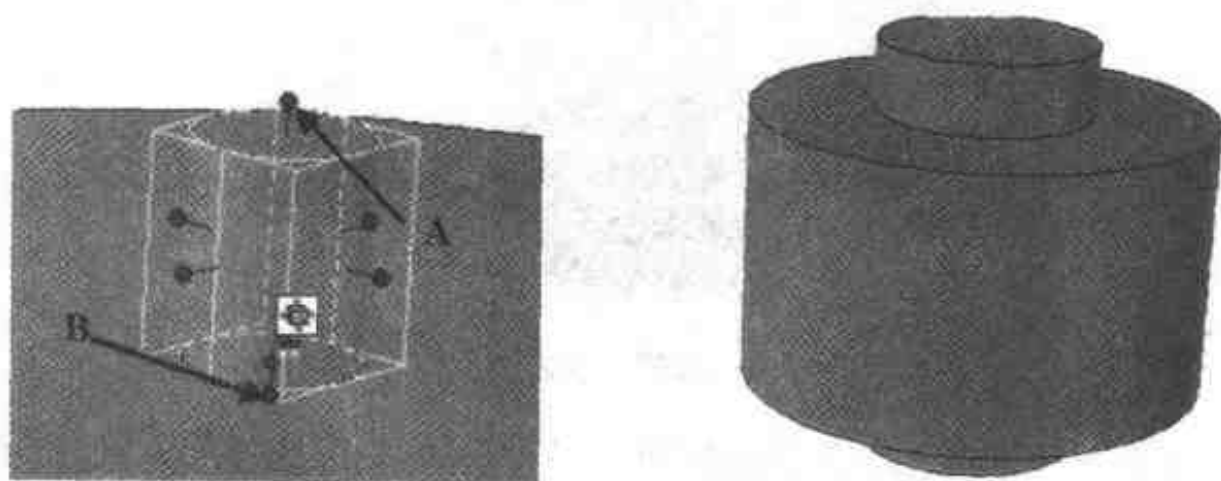

图 2.4 编辑包围盒
- (3) 右击如图 2.4 所示的手柄 A，选择【编辑包围盒】命令，在弹出的对话框中把高度改为 60，长度改为 190，单击【确定】按钮；用同样的方法右击手柄 B，把高度改为 350，单击【确定】按钮，按 F8 键后结果如图 2.4 右图所示。